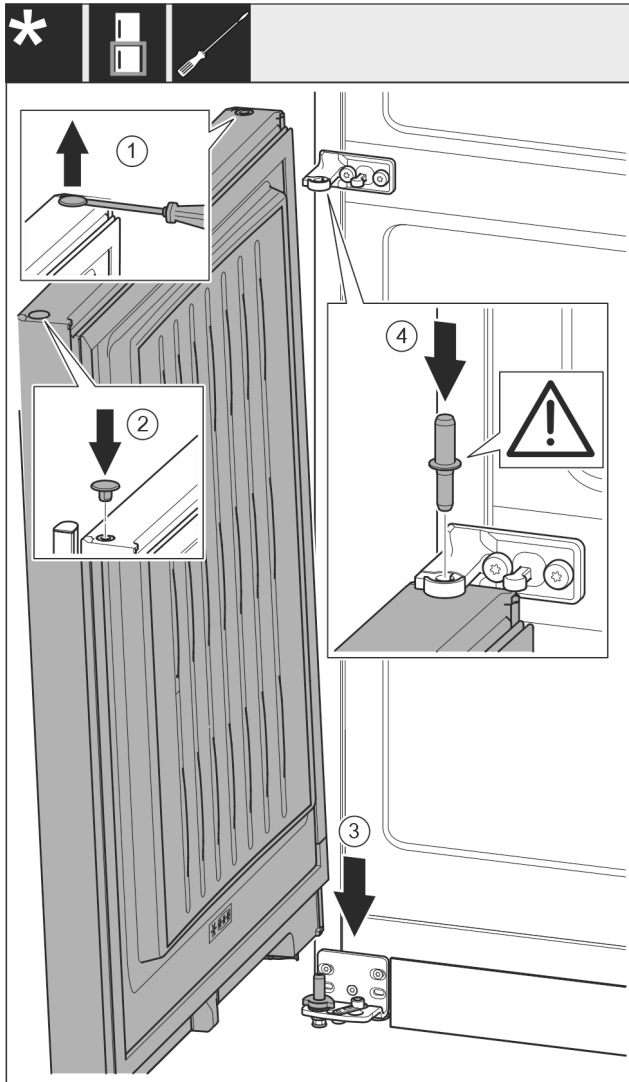

Fig. 20
- Stopfen Fig. 20 (1) vorsichtig mit einem Schlitzschraubendreher anheben und herausziehen.
- Stopfen Fig. 20 (2) auf der anderen Türseite wieder einsetzen.
- Tür Fig. 20 (3) von oben auf den unteren Lagerbolzen aufsetzen.
- Lagerbolzen Mitte Fig. 20 (4) durch Lagerbock Mitte in die untere Tür einsetzen. Dabei darauf achten, dass der Rastnocken nach hinten zeigt.